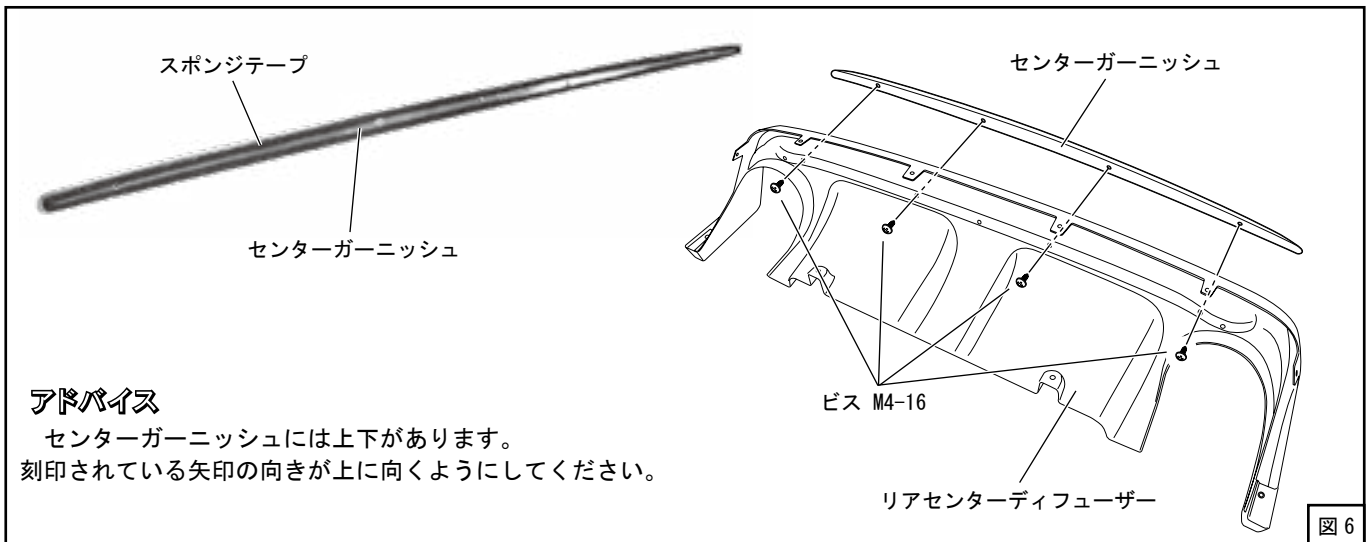

図6
(7) リアセンターディフューザーにセンターガーニッシュを取付けてください。(図6)